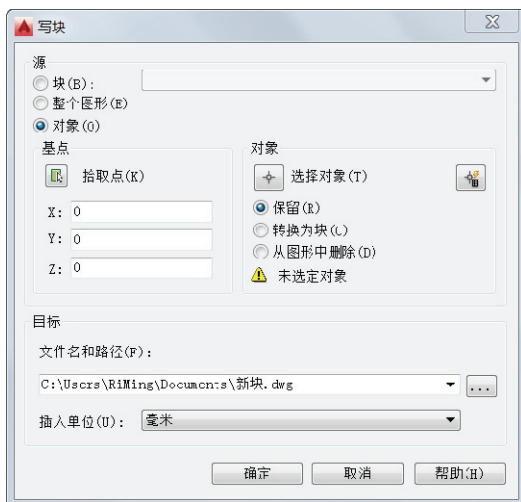

图 6-36 “写块”对话框
1) 在命令窗口中当前命令行的“输入命令”提示下输入“WBLOCK”并按〈Enter〉键，或者在功能区“插入”选项卡的“块定义”面板中单击“写块”按钮，打开图 6-36 所示的“写块”对话框。在“写块”对话框中提供了一种便捷方法用于将当前图形的零件保存到不同的图形文件，或将指定的块定义另存为一个单独的图形文件。